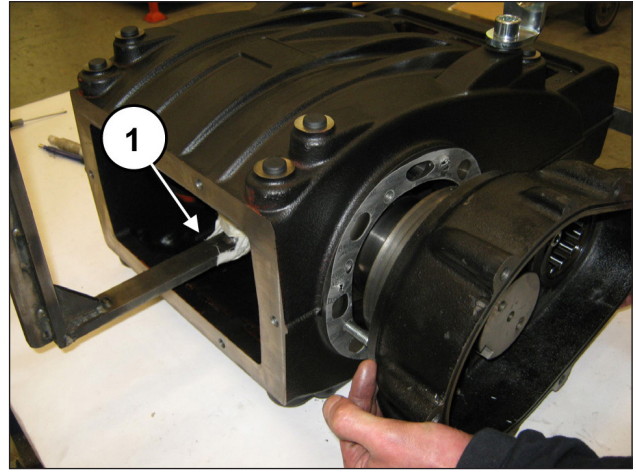

Fig. 25
Déposer le boîtier en soutenant l'arbre pour éviter tout dommage (rep. ①, Fig. 25).